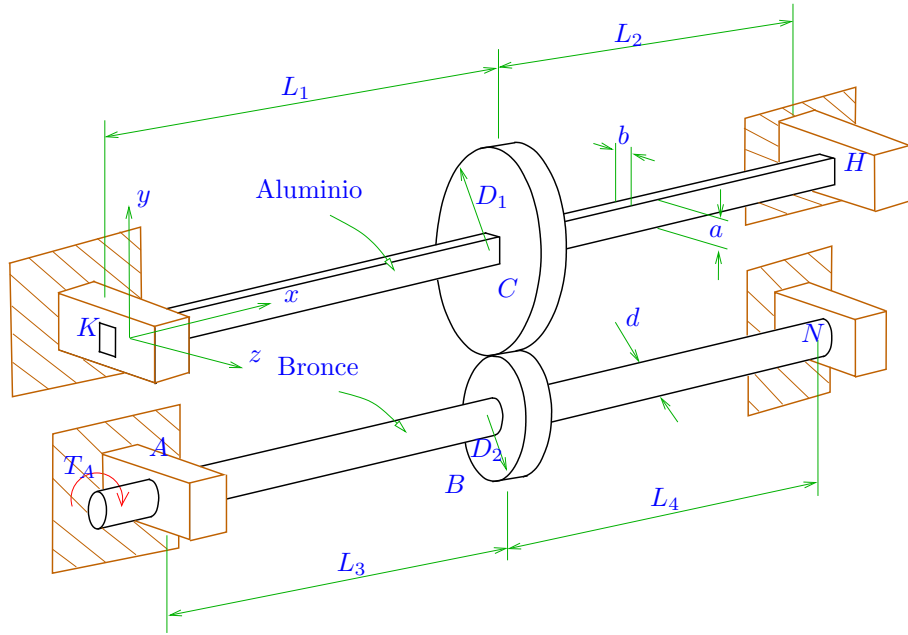

Figura 2: Ejes interactuando.
- (35 puntos) En la Figura 2 se tienen dos ejes conectados por medio de engranajes rígidos en B y C . El eje de aluminio tiene una sección rectangular de lados a , b con $a = 4\text{cm}$, $a/b = 1,5$, y propiedades mecánicas $G_{al} = 35\text{GPa}$, $E_{al} = 80\text{GPa}$, $\sigma_{0_{al}} = 200\text{MPa}$. El eje de bronce tiene una sección circular de diámetro $d = 3\text{cm}$, y propiedades mecánicas $G_{br} = 50\text{GPa}$, $E_{br} = 130\text{GPa}$, $\sigma_{0_{br}} = 300\text{MPa}$. ¿Cual es el torque máximo que se puede aplicar en A antes de que el sistema falle¹?